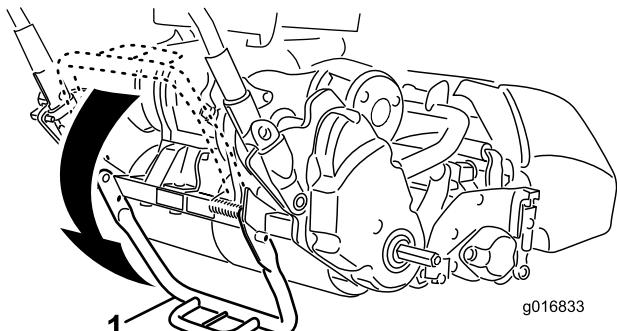

図 7
- キックスタンドを立てるキックスタンドの中央部に足を置き、機体の下部についているハンドルで機体を持ち上げると、スタンドの上に機体が載る図 7。